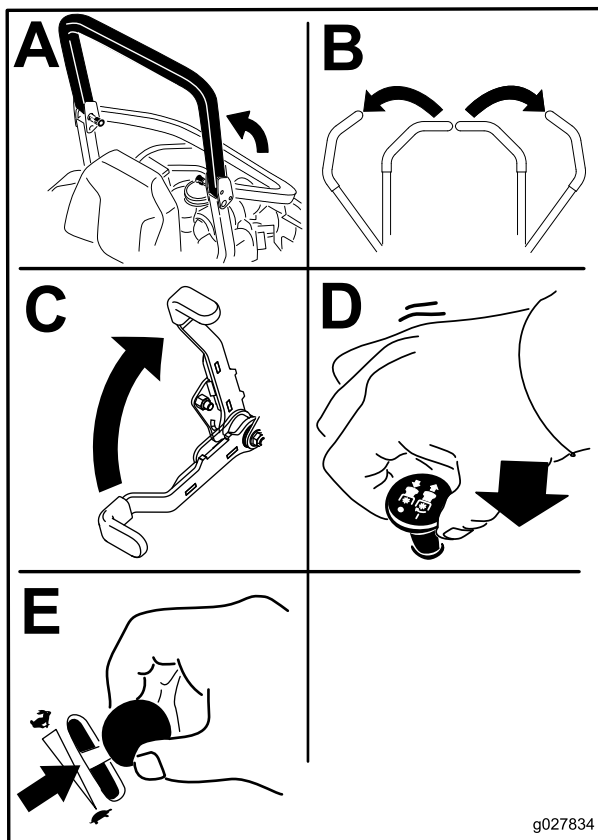

Figura 18
4. Mueva el mando de control de las cuchillas a la posición de Desconectado (Figura 18).